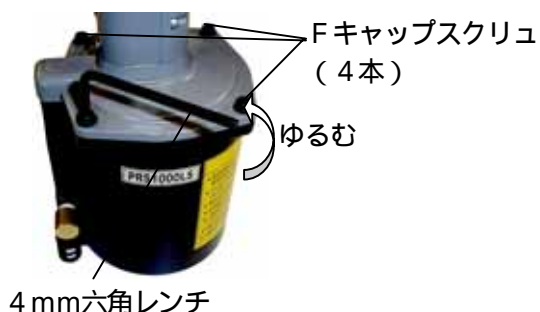

図7-3
(2) 4mm六角レンチでFキャップスクリュ(4本)を外してください。(図7-3)
(3) チャンバを上にして垂直に立て、チャンバを上方に引き抜いてください。